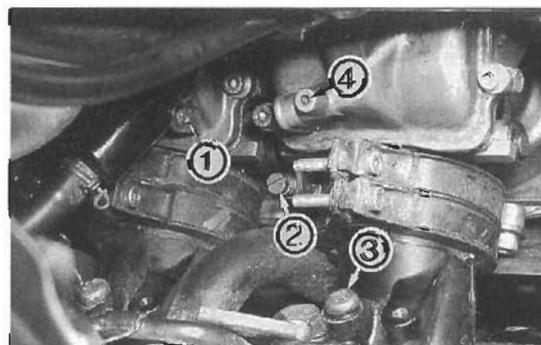

Bild 33
- Zum Vergaserabgleich Verschlusschraube ⓐ Bild 33 (bei früherer Ausführung Kunststoffstopfen abnehmen) ausdrehen und Unterdruck-Messuhren mit passendem Adapter anschliessen.
- Durch Drehen der Abgleichsschrauben ⓑ Bild 33 nach rechts oder links (ausprobieren) Gleichlauf zwischen Zylinder 1 und 2 einstellen. Anschließend Zylinder 3 mit 4 abgleichen, dann Zylinder 2 mit 3.